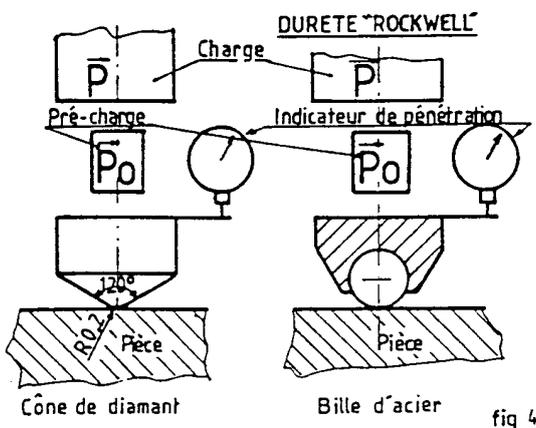

fig 4
• Pénétrateur (fig. 4).
- 2 mécanismes permettant d'assurer distinctement la précharge PG et la charge P (fig. 4).